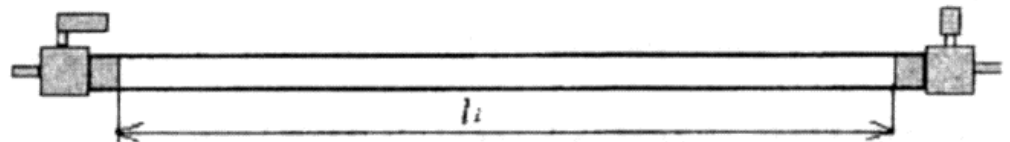

Рисунок 1
2. Измерьте длину воздушного столба в трубке –  $l_1$  (рис. 1).